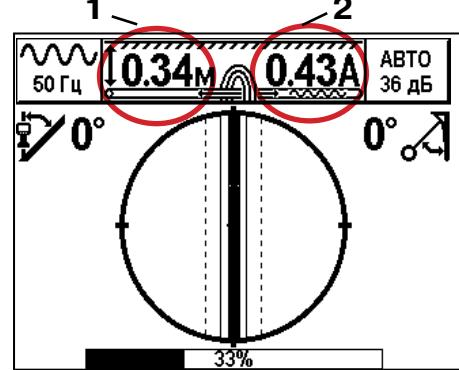

Рис. 13
- Поворачивая приемник относительно вертикальной оси, установить его так, чтобы продольная ось приемника и ось коммуникации совпали (на индикаторе она расположится между двумя пунктирными вертикальными линиями в центре) (рис. 13). В этом положении работает автоматическое измерение глубины(рис. 13 п. 1) и тока (рис.13 п. 2).